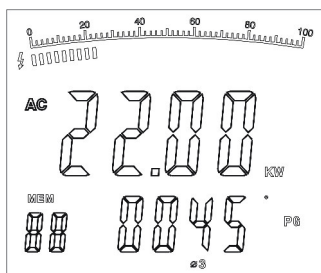

Figura 11
3. Dopo aver registrato il risultato della potenza della corrente bifase, premere di nuovo SEL per selezionare ϕ_3 . Il doppio display mostra il valore KW della potenza attiva e il PG trifase, come nella figura 11.